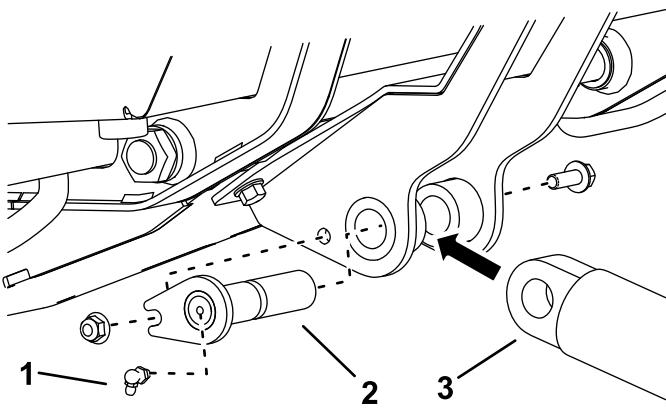

図6
7. 油圧シリンダの端をシリンダサポートアセンブリに固定するシリンダ取り付けピボットピン、ボルト $3/8 \times 1$ インチ、ナット $3/8$ インチ1個を使用して図6のように取り付ける。
8. ピボットピンの端部に、グリスフィッティングを図6のように取り付ける。